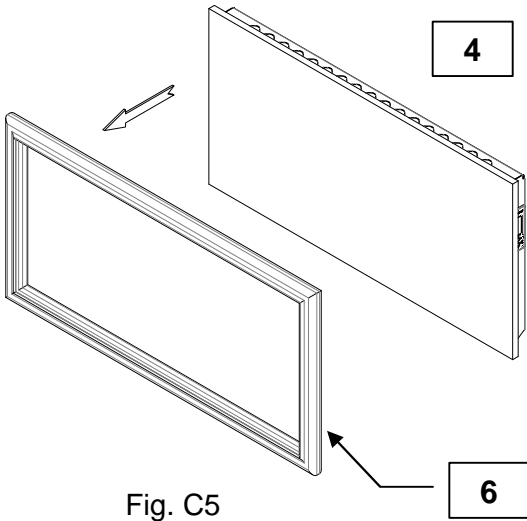

Fig. C5
- 7) Adesso è possibile rimuovere la cornice di protezione (6). Fig. C5